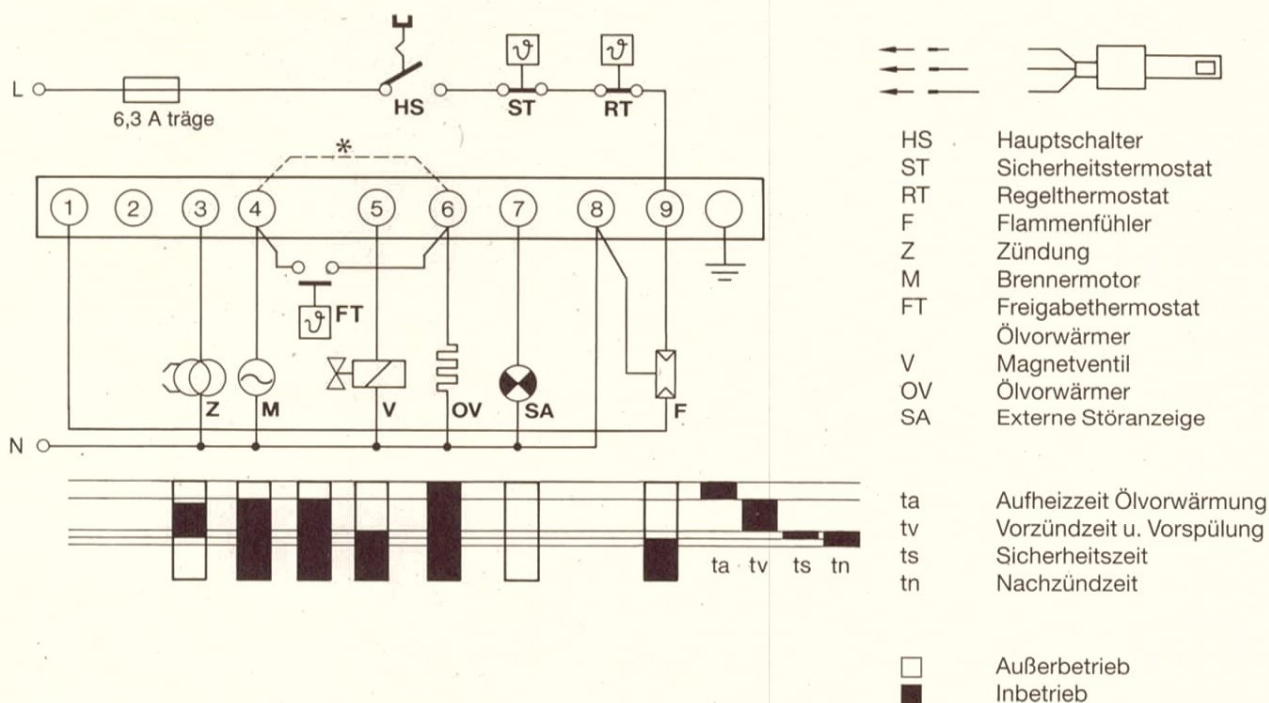

Abb. 16
- Die Einregulierung der Abgaswerte wird vorgenommen an den Einstellvorrichtungen. Abb. 16 und 17. (Kesseltemperatur mind. 60 °C).